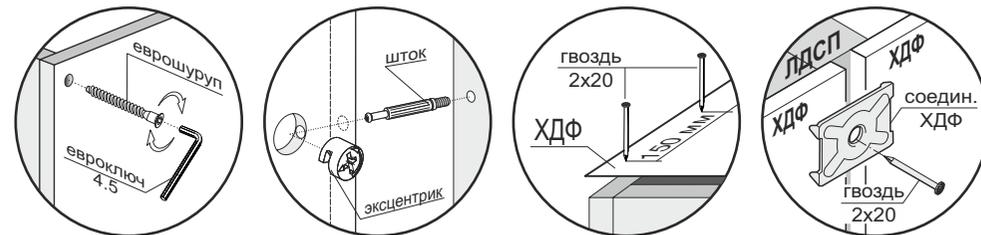

Рис.1
3. Шурупами 4x16 прикрутить опоры к нижней крыше (4) (рис.1).
4. К боковинам (1,2) крепить направляющие, используя шурупы 3,5x16 (рис.1).
5. Соединить боковины (1,2), нижнюю крышу (4) и стяжку (5) еврошурупами (рис.1).
6. К собранной части изделия присоединить сначала верхнюю крышу (4), затем боковину (3) и только потом створку (13), используя эксцентрики (рис.1).